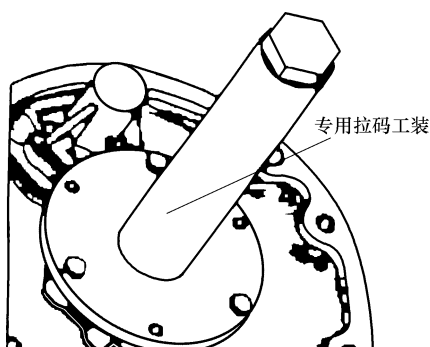

图 3-54 用专用拉具拆卸前壳
1) 拆卸前壳体总成时如图 3-54 所示。用专用拉具拆卸前壳。